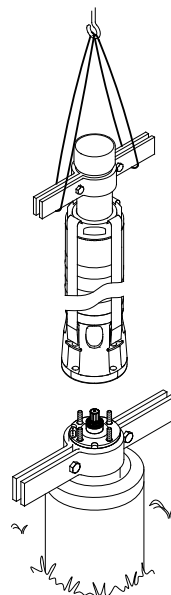

Рис. 20 Подъем и установка насоса
3. Поднимите насосную часть с помощью трубных хомутов, установленных в более широкую трубу. См. рис. 20.